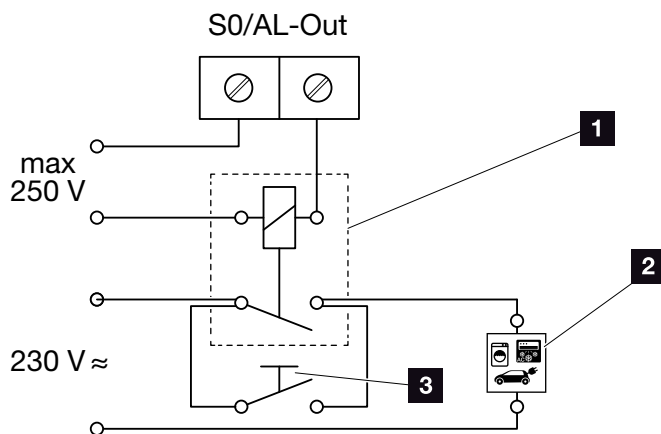

图 61：自我消耗电气连接
1. 将外部过载继电器正确连接到 S0/AL-Out 接线端子。  图 61